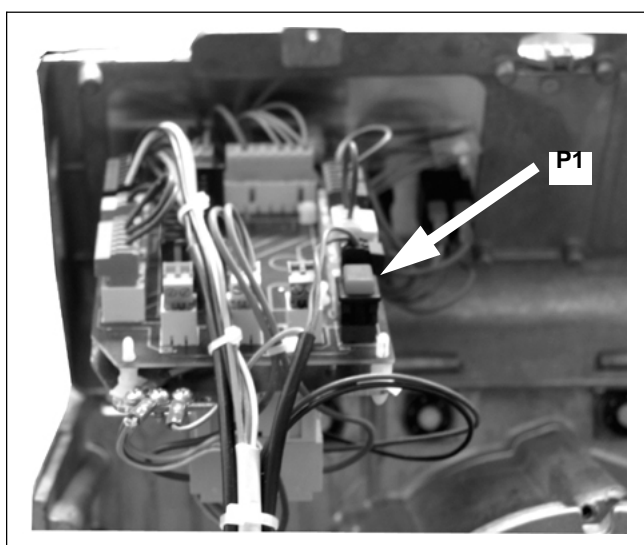

Рис. 36 - Кнопка ввода в действие второй форсунки на двухступенчатых горелках
- ◆ когда появится пламя, нажать на кнопку P1 (Рис. 36) и держать ее в течение нескольких секунд, пока не заполнится топливом трубка второй форсунки;